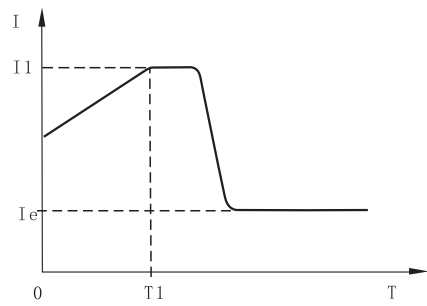

图6-5
- ① 代码F9设置4(电流斜坡) 为此起动模式。图6-5为电流斜坡起动模式的输出电流波形，其中I1为代码F1设置的时间值。
- ② 电流斜坡起动模式具有较强的加速能力，使用于两极电动机,也可在一定范围内缩短启动时间。